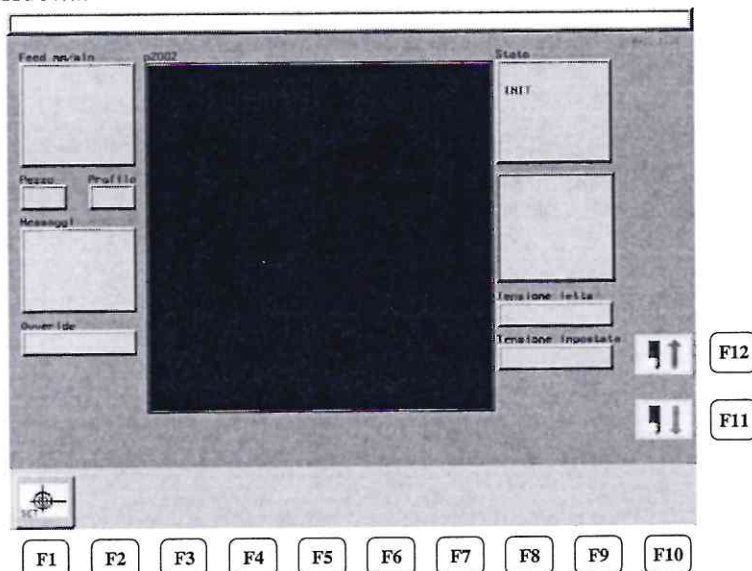

Figura 2
- **Azzeramento.** Nella schermata principale premere il tasto F1 (vedi figura 2)